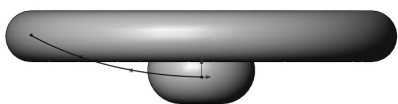

图 5-54 前视基准面上绘制样条曲线草图
- [7] 在前视基准面上绘制样条曲线草图，如图 5-54 所示。